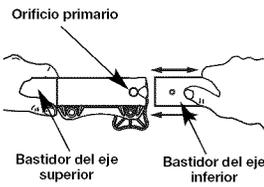

Fig. 11
3. Mientras sostiene el bastidor del eje superior, tire del accesorio de corte o accesorio en línea recta fuera del acoplador EZ-Link™ (Fig. 11)
2. Mientras sostiene el accesorio con firmeza, empuje en línea recta en el acoplador EZ-Link™ (Fig. 11).